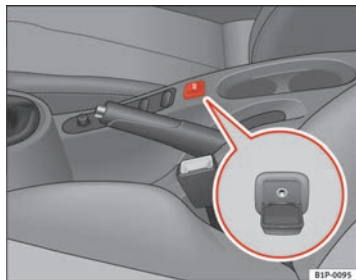

Abb. 102 Anschluss für einen zusätzlichen Audio-Eingang
- Heben Sie den AUX-Deckel an ⇒ Abb. 102.